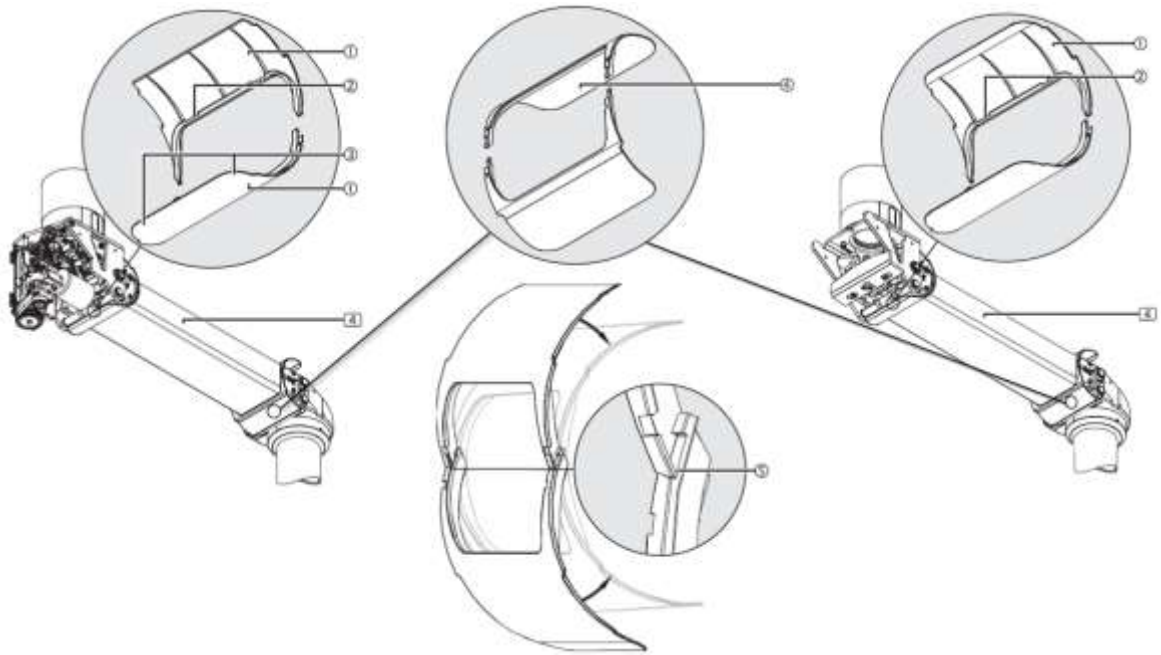
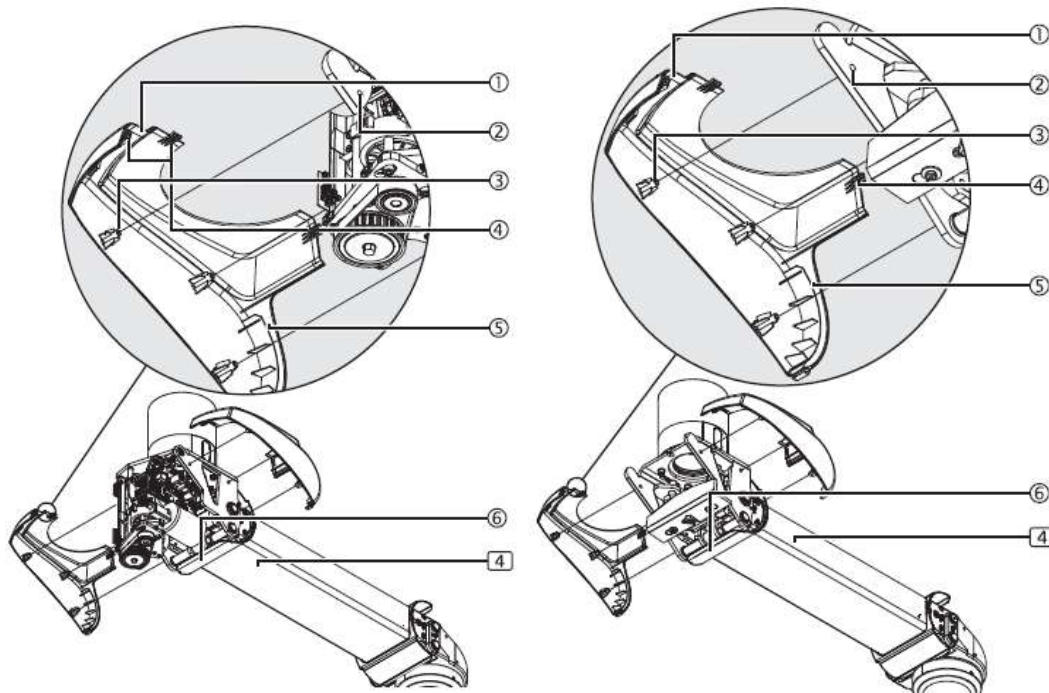

Abb.61 Montage der hinteren und vorderen Schutzabdeckungen an einem Motor- oder Federarm
Abb.62 Montage der hinteren Seitenabdeckungen an einem Motorarm (links) oder Federarm (rechts)
- Setzen Sie die Schutzkappe ① auf das Ende des Auslegerarms (5) und achten Sie darauf, dass die Halteklammer ② in der Öffnung ④ sitzt.
- Schieben Sie die Abdeckung ① bis zum Anschlag auf den Ausleger (5) und stellen Sie sicher, dass die Verriegelung ③ in die Nut ⑤ einrastet. Achten Sie darauf, dass die Kabel nicht beschädigt werden.
- Bei korrekter Montage kann die Abdeckung ① nicht mehr vom Ausleger (5) entfernt werden.
- Vergewissern Sie sich, dass die Abdeckung ① genau auf gleicher Höhe mit dem Ausleger (5) ist.
- Um die Schutzkappe ① zu entfernen, führen Sie einen kleinen Schlitzschraubendreher zwischen die Schutzkappe ① und den Ausleger (5) ein und drücken Sie die Verriegelung ② vorsichtig aus der Nut ④ heraus. Achten Sie darauf, den Lack des Auslegers, die Verriegelung ② und die Schutzkappe ① nicht zu beschädigen.
- Ziehen Sie die Abdeckung ① nach hinten, bis die Halteklammer ③ nicht mehr einrastet und sich die Abdeckung ① frei bewegen lässt. Verdrehen Sie die Abdeckung ① nicht und entfernen Sie sie nicht mit Gewalt.
- Entfernen Sie die Schutzkappe ① nach oben und bewahren Sie sie an einem sicheren Ort auf.
Die Abbildung zeigt den Motorarm (4). Der Einbauvorgang für den Auslegerarm (5) mit Motorarm (4) oder den XL-Auslegerarm (5) mit Motorarm (4) ist identisch. Abbildung 61 zeigt eine vereinfachte Darstellung nur mit dem Motorarm (4) ohne Kabel.
- Setzen Sie die beiden Hälften der hinteren Schutzabdeckung ① (Motor- oder Federseite), siehe die beiden Aussparungen ②, um den Motor-/Federarm (4) herum.
- Bei einem Motorarm haben die obere und untere Schutzabdeckung nicht die gleiche Konstruktion. Außerdem ist die untere Schutzabdeckung aufgrund ihrer abgerundeten Ecken ③ leicht zu erkennen.
- Um sicherzustellen, dass die Hälften der Schutzabdeckung ① fest an ihrem Platz sitzen, setzen Sie sie in der richtigen Position ⑤, wie in Abbildung 61 dargestellt, ineinander und kleben Sie sie dann in Pfeilrichtung fest. Die Hälften der Schutzabdeckung rasten ineinander ein und sind miteinander verbunden.
- Überprüfen Sie, ob alle Verriegelungen der Schutzabdeckungshälften ① fest miteinander verbunden sind.
- Wiederholen Sie den Vorgang für die Montage der Frontabdeckungen ④ (ohne Ausschnitte ②).
Abbildung 62 zeigt den Motorarm (4). Das Montageverfahren für den Auslegerarm (5) mit Motorarm (4) oder den XL-Auslegerarm (5) mit Motorarm (4) ist identisch. Abbildung 62 zeigt eine vereinfachte Darstellung nur mit dem Motorarm (4) ohne Kabel.